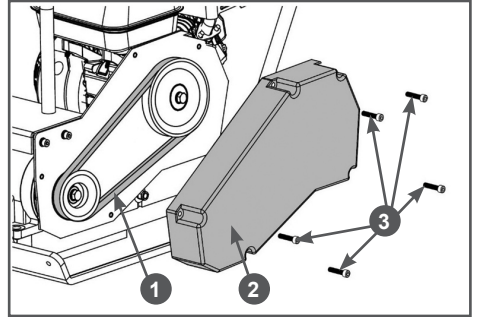

Рис. 26 Проверка состояния ремня
1. Откройте болты 3 крепления и снимите кожух 2 защитный ремня, чтобы получить доступ к ремню (Рис. 26).
2. Проверьте состояние ремня 1 (Рис. 26). Если ремень протерт, надорван или заметны иные повреждения, он должен быть немедленно заменен.
1. Открутите болты 3 крепления и снимите защитный кожух 2 ремня (Рис. 26).